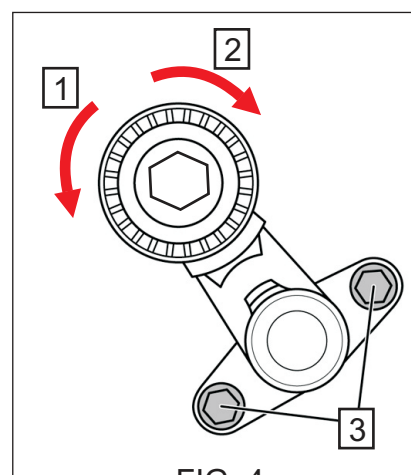

FIG. 4
- 3 Para la correa auxiliar interior, girar el tensor hacia la izquierda para destensarla (1) [FIG. 4] y luego, retirar la correa.
- 2 Montar el tensor y apretar los tornillos (3) [FIG. 4]. A continuación, girar el tensor completamente hacia la izquierda (1) [FIG. 4] y montar la correa auxiliar interior.
- 3 Dejar actuar el tensor (2) [FIG. 4] para tensar la correa auxiliar interior.